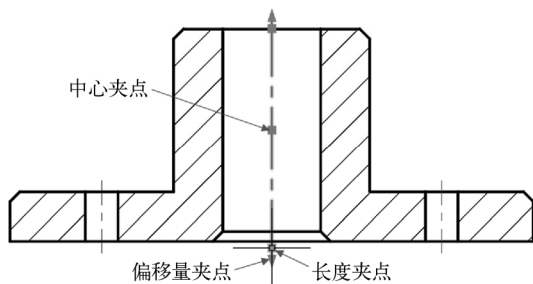

图 8-98 通过夹点编辑中心线的长度
- 4 使用鼠标选择最长的那条中心线，接着拖动下方的长度夹点来调整此中心线的长度，同时此中心线延伸也将随之移动，如图 8-98 所示。如果拖动外偏移量夹点时，那么仅仅控制中心线延伸。